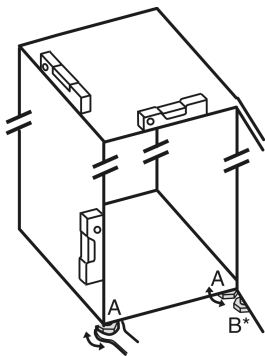

Fig. 27
- ▶ Dévisser les pieds réglables Fig. 27 (A) avec la clé plate fournie et utiliser un niveau à bulle pour vérifier que l'appareil est bien plan.
- ▶ Dévisser le pied réglable Fig. 27 (B) du support de palier avec la clé plate fournie jusqu'à ce qu'il touche le sol.
- ▶ Continuer de tourner le pied réglable Fig. 27 (B) de 90° maximum pour éviter d'endommager la porte.